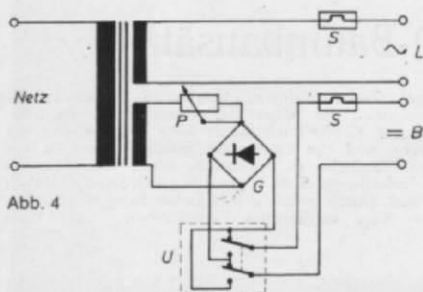

Abb. 4
Wie bei allen Signalen, gab es natürlich auch unter den Ruhe-Halt-Signalen im Laufe der Zeit einige Abweichungen von der normalen Bauform; so sind z. B. auch hier die sog. „Kümmerlinge“ (Abb. 4) oder sogar Signale mit „preußischem“ Flügel anzutreffen (Abb. 2). Auch muß der Flügel nicht immer durchbrochen ausgeführt sein (Abb. 4); dennoch sollte man u. E. für eine Nachbildung die ursprüngliche bayerische Länderbahn-Form mit durchbrochenem Flügel wählen, zumal ja mittlerweile dessen — zugegeben recht diffizile — Selbstanfertigung dank des Brawa-Modells entfällt. (Die Zeichnungen der Abb. 5 u. 6 gelten also mehr für die unentwegten Individualisten!).
Abb. 4. Ein (wegen der darüberliegenden Oberleitungs-Querverspannung) etwas „kurz geratenes“ Ru-Signal im Bahnhof Bad Reichenhall. Auch hier ist der Signalfügel nicht durchbrechen (vgl. Abb. 2).
Abb. 4. Ein Teilstück der werden den H0-Anlage des Herrn Wittwer: das Bw mit den Bahnhofsanhängen der Haupt- und Nebenstrecke. Weitere Beweisstücke, daß die MIBA auch in Teheran eifrig studiert wird: die Arkadenpartie hinter der Drehscheibe oder der Wasserturm aus einer Ajaxflasche. Der Dampflokschuppen und die Bekohlungsanlage sind Eigenbau.
Abb. 4 u. 5. Bei diesen beiden Schaltungen erfolgt die Regelung der Fahrspannung über ein Potentiometer (P). Bedeutung der Buchstaben s. Abbildung 1.
Nur in kleinen Fahrpulten, wie sie manchmal den Anfangs-Zugpackungen beiliegen, wird vereinzelt noch eine Widerstandsregelung in Form der Abb. 4 ausgeführt (zumeist jedoch ohne Beleuchtungswicklung). Hier liegt das Potentiometer nicht parallel zur Sekundärwicklung, sondern in Serie. Deshalb kann man dann auch nicht mehr von einer Spannungsregelung sprechen, sondern vielmehr von einer Stromregelung; die Ausgangsspannung an den Anschlußklemmen ist stark vom entnommenen Strom abhängig. Das Poti wird in dieser Schaltung nicht dauernd vom maximalen Strom durchflossen und kann daher auch in seiner Belastbarkeit kleiner bemessen sein. Die Umformung und Umpolung ist dann aber auch hier nach dem gleichen Schema wie unter Punkt 1 beschrieben möglich.
Abb. 4. Die Zurüstteile der rechten Lokseite: diverse Armaturen (Leitung zum Anstellventil der Luftpumpe etc.) samt winzigen Handrädern. Das neue Führerhaus erhält übrigens noch passende Fensterverglasungen. Gerade noch zu erkennen: die Nachbildung des Ölbrenner-Luftschachtes samt Sichtluke.
▼ Abb. 4. Die Schmalspurbahn führt streckenweise mitten durchs Stadtgebiet.
Abb. 4. Der Personenbahnhof liegt hier in einer Kehrseife; der Abstellbahnhof ist als Wendebahnhof ausgebildet. Für Lokfahrten ist eine Kreisstrecke vorgesehen; die Züge verlassen den Abstellbahnhof nur in Pfeilrichtung.